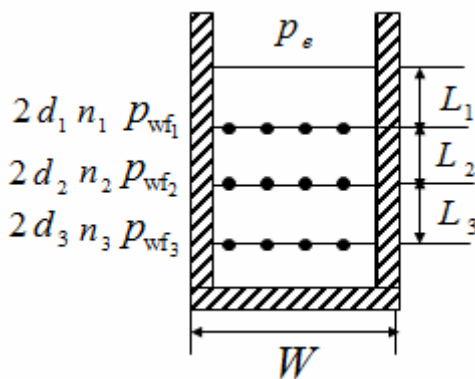

图 3 单面供源多排井列
3、设有一个三面封闭，一面有液源供给的带状油藏，有三排井同时工作，油藏及井排的几何图形如图 3 所示。所布置的三排井具有以下条件：①同一井排，井距  $2d$  相同，但不同井排井距可不同；②同一井排各井井底压力  $p_{wf}$  相同，不同井排井底压力可不同；③同一井排各井产量  $q$  都相同；④同一井排各井井底半径  $r_w$  相同。利用等值渗流阻力法绘出电路图，分别计算渗流外阻和渗流内阻，推导出单面供源直线多排井压力与流量关系方程。（20 分）